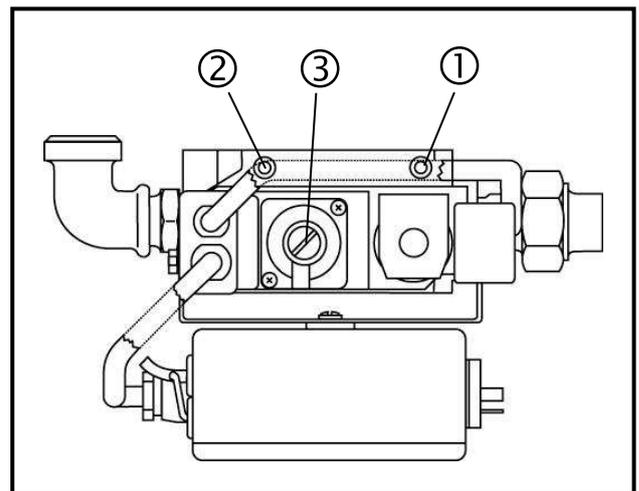

Fig. 16: Vue de dessus de l'ensemble sécurité en 1 allure
- ⇒ Ouvrez la prise de pression amont **(1)**. (**Fig. 16**)
- ⇒ Ouvrez la prise de pression aval (2). (Fig. 16)
- ⇒ Ouvrez la prise de pression aval (2).
- ⇒ Brancher un manomètre (Fig. 16).